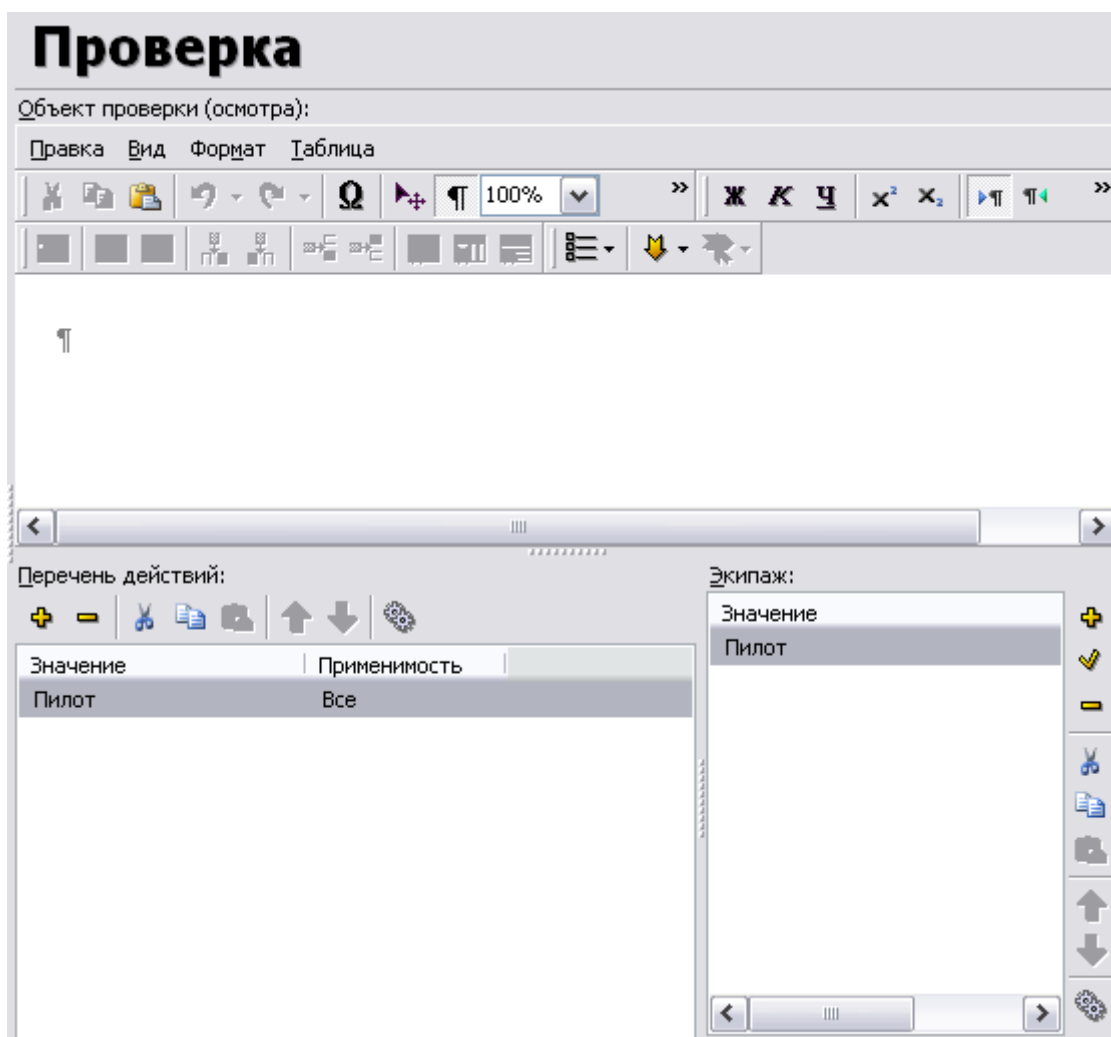

Рис. 22.83
- Для членов экипажа и перечня действий в описании проверки (Рис. 22.83).